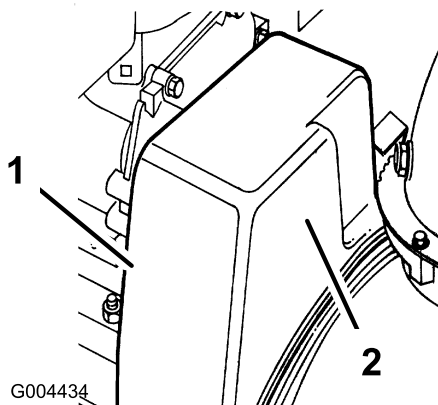

Figure 37
2. Retirez les 2 boulons à embase de fixation du couvercle de courroie et mettez ce dernier de côté (Figure 37).
1. Retirez les 2 boulons à embase de fixation du couvercle de courroie et mettez ce dernier de côté (Figure 37).